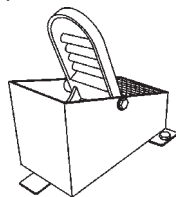

Abbildung 8. Flügelgeschwindigkeits-Fußpedal
3. Das rechte Fußpedal (Abbildung 8) steuert die Flügel- und Motorgeschwindigkeit. Die Position des Fußpedals bestimmt die Flügelgeschwindigkeit. Eine geringe Flügelgeschwindigkeit wird durch leichtes Drücken des Fußpedals erzielt. Die maximale Flügelgeschwindigkeit wird durch vollständiges Durchtreten des Fußpedals erzielt.